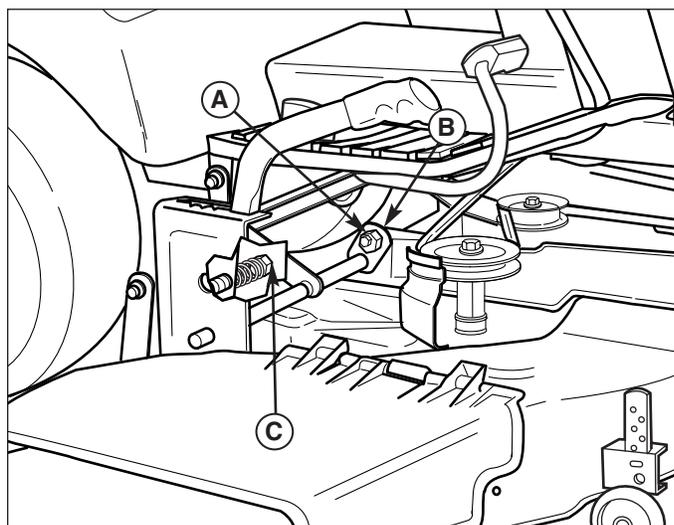

Figure 30. Ecrou de réglage pour la mise à niveau longitudinale (97 cm, 112cm)
- Voir la Figure 30. Desserrez l'écrou extérieur (A) et tournez l'écrou excentrique (B) pour lever ou abaisser l'arrière de la plate-forme. Quand la plate-forme de la tondeuse est à niveau, tenez en place l'écrou excentrique pendant que vous serrez l'écrou extérieur.
*REMARQUE : Si la manette de la tondeuse sort du support de hauteur de coupe, tournez l'écrou de réglage (C, Figure 30) dans le sens des aiguilles d'une montre pour augmenter la tension du ressort. NE PAS serrer l'écrou jusqu'au bout au point que le ressort n'ait plus suffisamment de jeu pour fonctionner.*